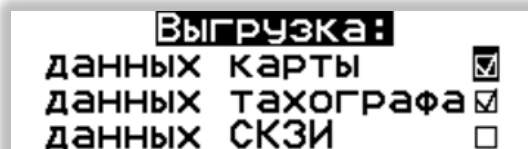

Рисунок 65. Выбор данных для выгрузки по USB.
- выбрать один или несколько источников данных для выгрузки: данные карты, данные из памяти тахографа и архив СКЗИ (см. Рисунок 65)